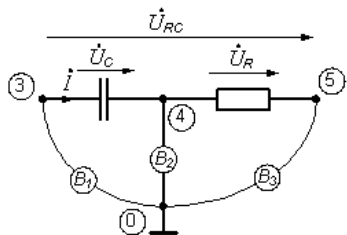

Рисунок 6.1
3) Схема фрагмента цепи с общим током \dot{I} изображена на рис. 6.1, вольтметры **V1**, **V2**, **V3** измеряют узловые потенциалы в точках **3,4,5**. Поясните, можно ли и почему с помощью двух вольтметров определить падение напряжения на емкости $|\dot{U}_C|$, на сопротивлении $|\dot{U}_R|$ и на всей ветви $|\dot{U}_{RC}|$?
4) Используя обозначения рис. 6.1 запишите выражения для тока \dot{I} через узловые потенциалы \dot{U}_{30} , \dot{U}_{40} и \dot{U}_{50} .